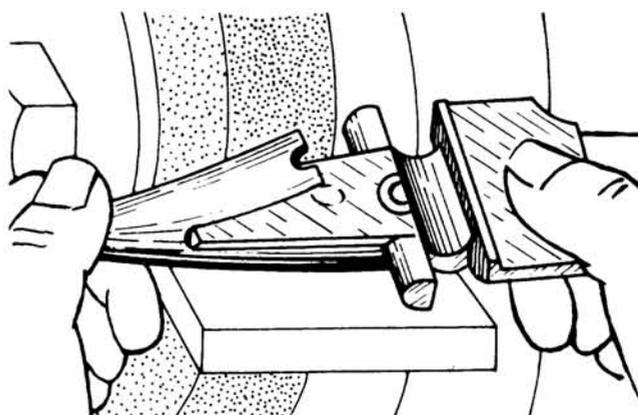

Fig. 4
- b Afile las contracuchillas con la amoladora fija, sin sacarlas de las guardas, conservando el ángulo del bisel original (fig. 4).